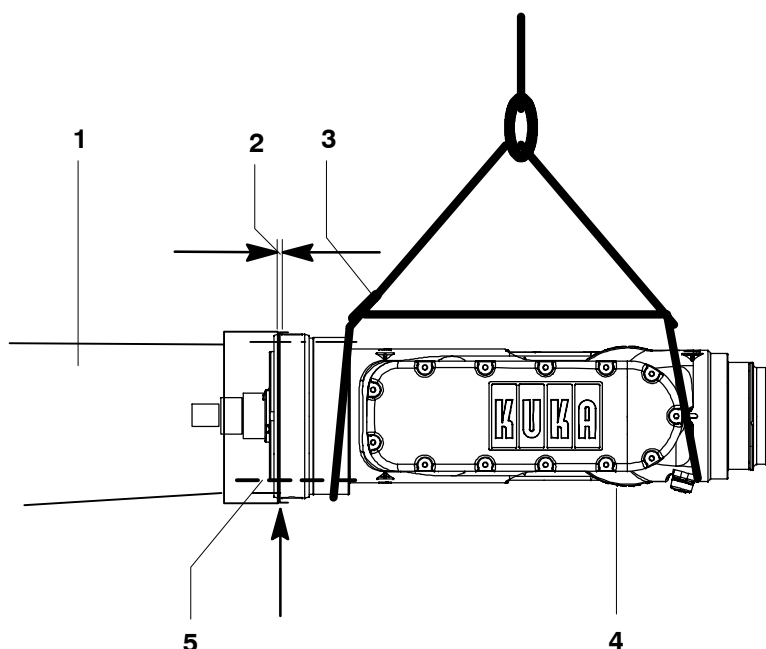

Fig. 88 Démontage et montage du poignet en ligne
- (3) Bloquer le poignet en ligne (Fig. 88/4) avec le dispositif de levage (3) ou, si ce n'est pas possible, avec une cale par le bas.
(3) Serrer en croix 16 vis à six pans creux M6x100-12.9 (Fig. 88/5) en travaillant avec une clé dynamométrique jusqu'à l'obtention du couple de serrage M_A prescrit en procédant par étapes ($M_A = 15 \text{ Nm}$).
(4) Procéder au réglage du point zéro des axes 4, 5 et 6 (voir manuel logiciel KR C4, chapitre "Mise en service", paragraphe "Calibration/Décalibration" du robot).